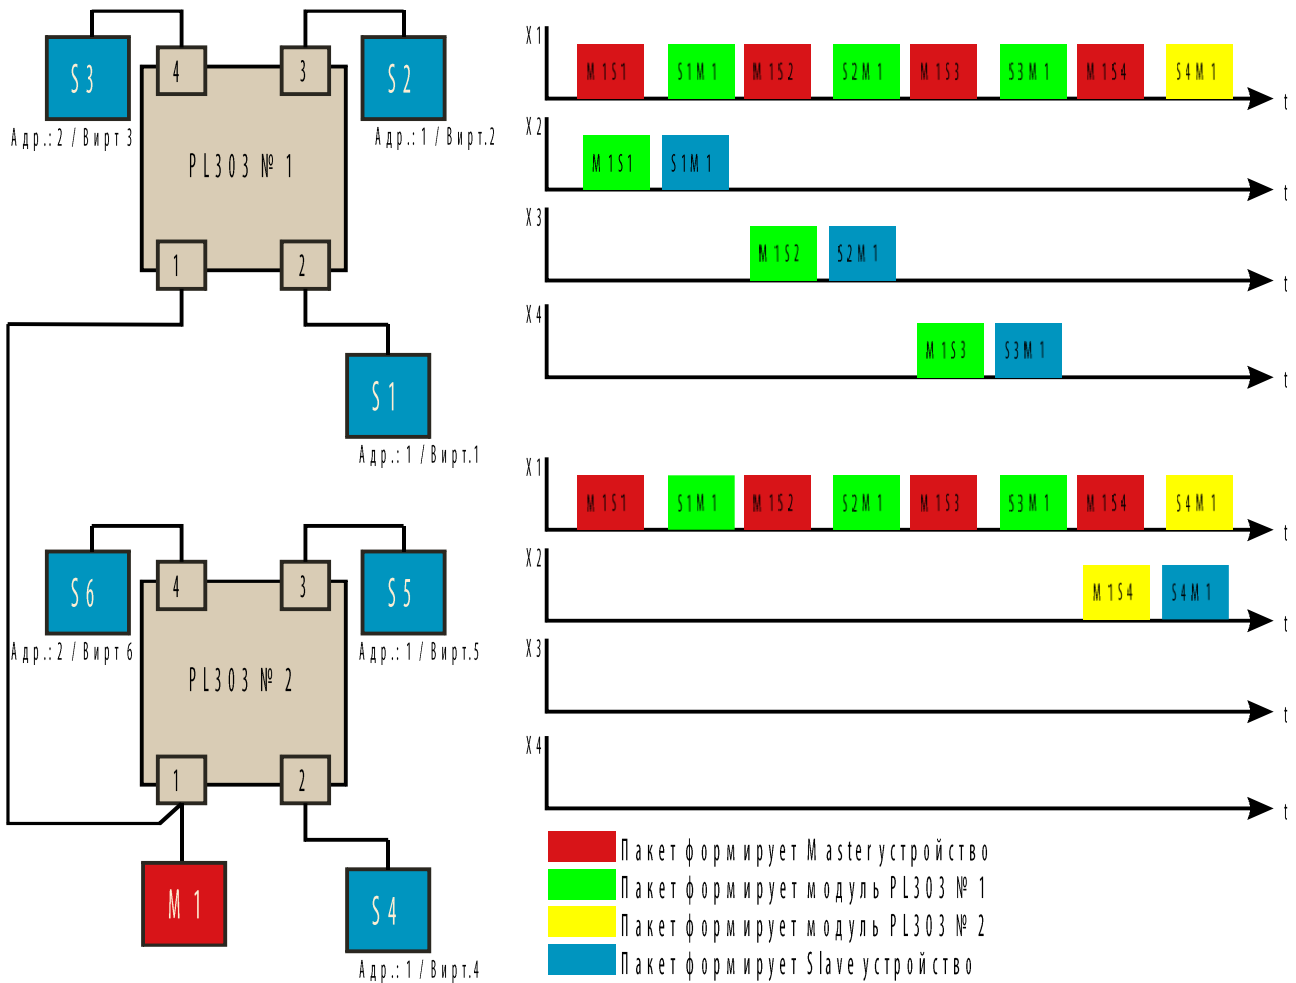

Рисунок 2.6
На рисунке ниже (Рисунок 2.6) приведена другая возможная рабочая ситуация. Два модуля PL303 подключены к одному Master-устройству. При этом четыре Slave устройства имеют одинаковые адреса (1). Чтобы Master-устройство имело возможность опрашивать все устройства в сети – каждому из них присвоен виртуальный адрес от 1 до 6 (см. подписи на рисунке).